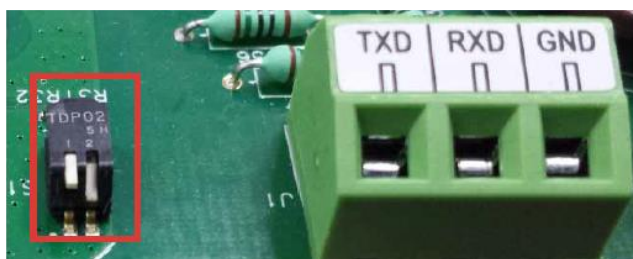

图 4-1：计量开关位置
2. 将 SW1-2 设定到 ON 位置，如图 4-1 所示。